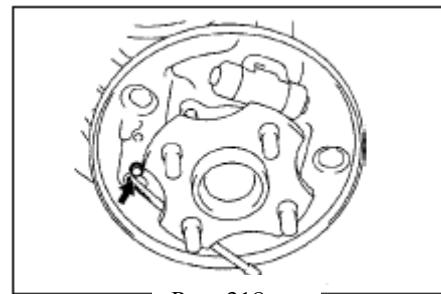
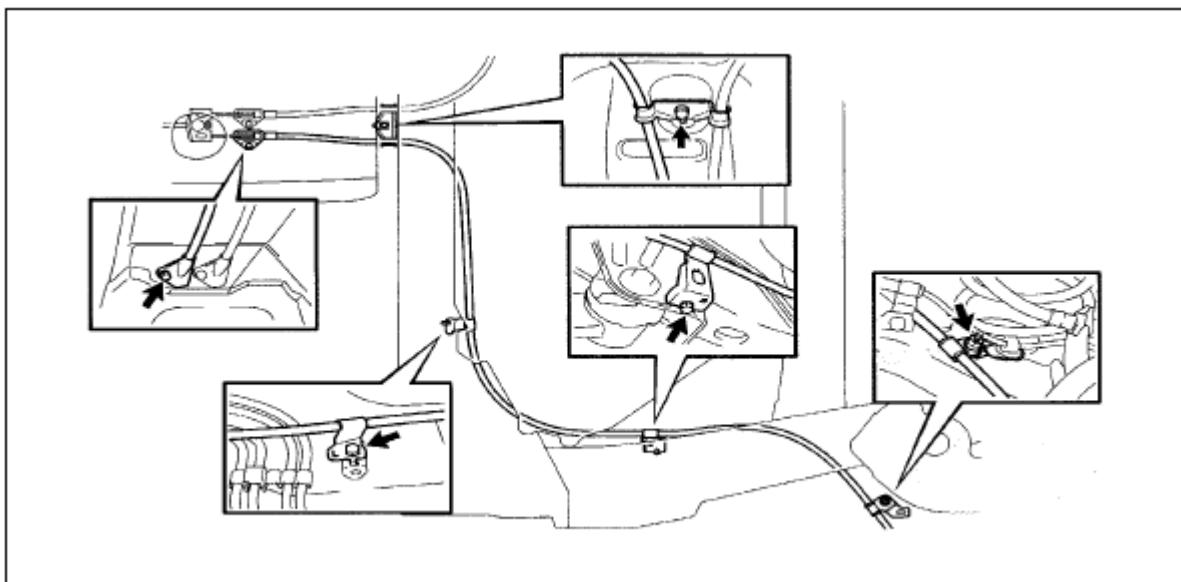

Рис. 318
Рис. 319
- (1) Открутите четыре болта на креплениях, чтобы снять детали троса стояночного тормоза(рис. 319) .
- (2) Отсоедините детали троса стояночного тормоза от переднего держателя стояночного тормоза, и снимите трос .
12. Снимите трос стояночного тормоза, выкрутив болт(рис. 318).
- (1) Установите трос стояночного тормоза на передний держатель тросов стояночного тормоза.
- (2) С помощью четырех болтов, установите детали троса стояночного тормоза на штатные крепления.(рис. 319)
**14. Прикрепите оплетку троса стояночного тормоза к креплению тормозного механизма.(рис. 318)**